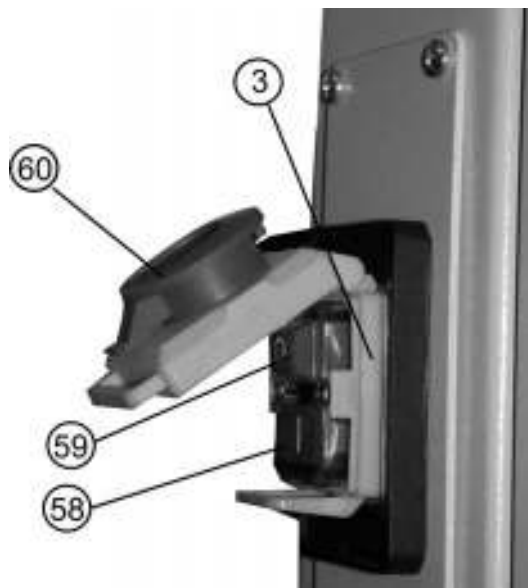

Рис.18
12.2.2. Нажмите красную кнопку (60) и, сдвиньте ее вверх, как показано стрелкой на красной кнопке (60) магнитного пускателя (3), Рис.18.
12.2. Включение (Рис. 18)